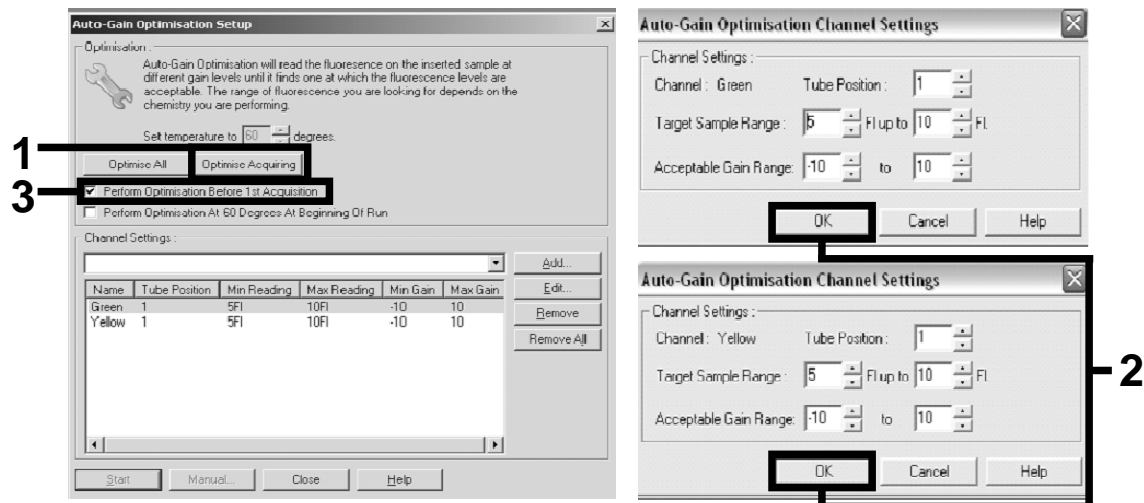

Figura 6. Regolazione della sensibilità del canale di fluorescenza.
Regolazione della sensibilità del canale di fluorescenza	Figura 6
14. L'intervallo di rilevazione dei canali di fluorescenza deve essere determinato in base all'intensità della fluorescenza nelle provette PCR. Cliccare su "Gain Optimisation" (ottimizzazione gain) nella finestra di dialogo "New Run Wizard" per aprire la finestra di dialogo "Auto-Gain Optimisation Setup" (setup ottimizzazione auto-gain). Cliccare su "Optimise Acquiring" (ottimizza acquisizione) (Figura 6), poi cliccare su "OK" nelle finestre di dialogo "Auto-Gain Optimisation Channel Settings" (impostazioni canali di ottimizzazione auto-gain) per ogni canale (Green e Yellow, Figura 6). Controllare che la finestra di dialogo "Perform Optimization before 1st Acquisition" (esegui ottimizzazione prima della 1° acquisizione) sia stata selezionata per tutti i canali (Figura 6).